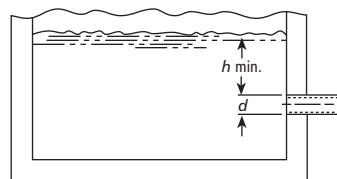

Figure 2
- S'assurer que le diamètre (d) et la hauteur de submersion (h) de l'orifice d'entrée du tuyau d'aspiration sont suffisants pour empêcher l'aspiration d'air par vortex (V. fig. 2 à 5).